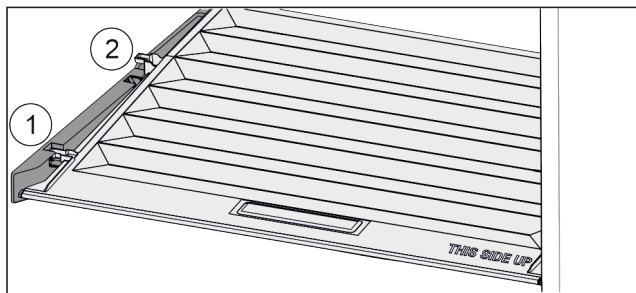

Fig. 142
- ▶ Trageți capacul în față Fig. 142 (1) până la orificiul din piesele suportului.
- ▶ Ridicați în spate de jos și scoateți Fig. 142 (2) în sus.